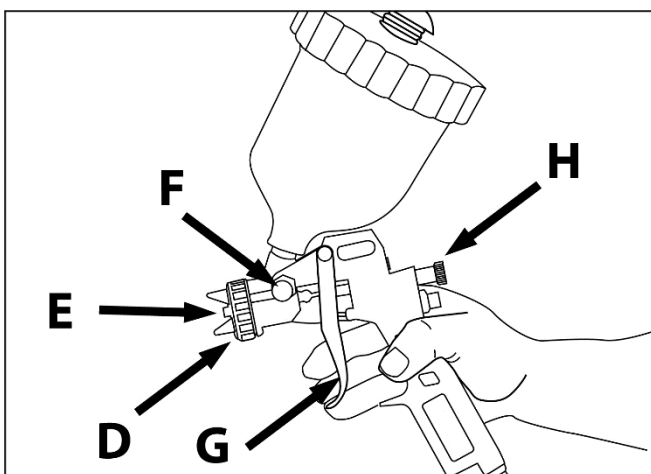

Рис.7
6. Краску можно распылять в горизонтальном или вертикальном направлении. Ослабьте кольцо **D**, разверните в нужном направлении форсунку **E** краскораспылителя и зафиксируйте ее в этом положении, затянув кольцо **D** (рис. 7).
7. Ширина распыляемой струи регулируется колесиком **F** (рис. 7).
8. Количество распыляемой жидкости можно регулировать, увеличивая или уменьшая ход нажимного курка **G**, повернув колесико **H** (рис. 7).
9. Подавайте распыляемую жидкость, нажимая на курок **G** (рис. 7). Для распыления краски утапливайте курок на всю глубину его хода. При нажатии курка на половину его хода из насадки **E** будет выходить только сжатый воздух. Такой прием может быть полезен по окончании работы для прочистки пистолета от остатков краски.